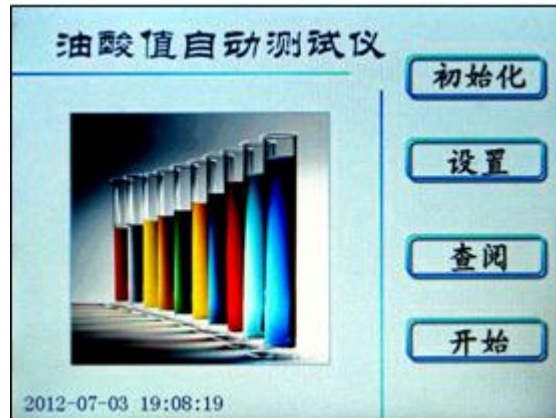
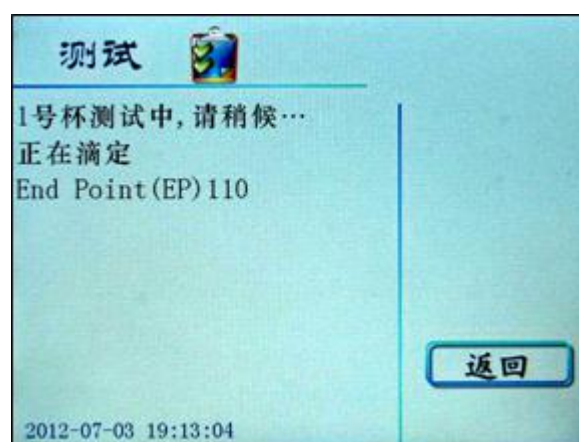
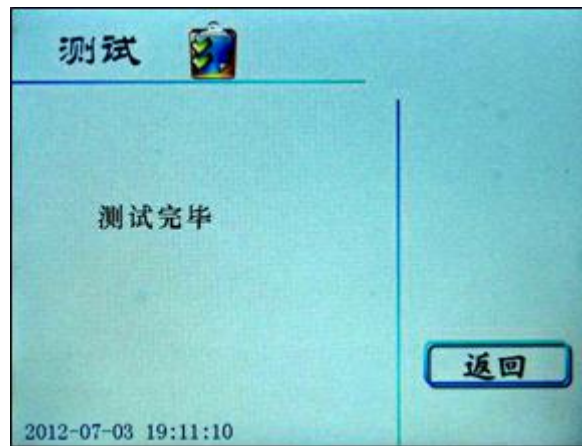
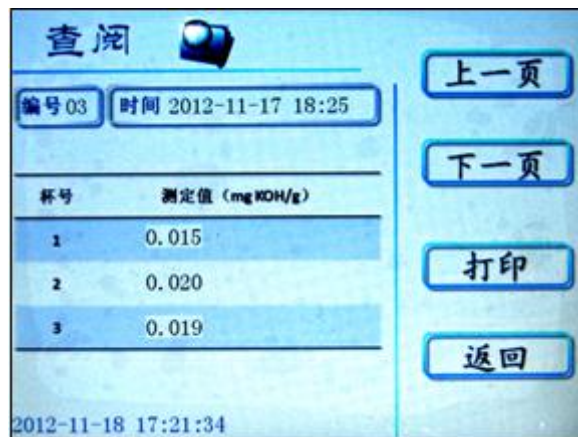

图4 开机页面
图 14 测试页面
图 15 测试页面
图 16 查阅页面
1. 插接电源线，打开电源开关，液晶屏显示开机页面（图4）
2. 在图4所示页面下，按 **初始化** 键进入下一级页面（图5）；
9. 在正式的样品测定前，应将洁净的样品油杯水平放置在相应的杯位孔内，在每个测定油杯中准确平行注入待测样品油 10.0mL（或在油杯中称量待测样品油 8.3~8.5g，并将油杯归位），加入一只搅拌磁棒，盖上样品测定暗室盖。在开机页面（图 4）按 **开始** 键进行测定，同时显示屏显示测试页面，屏幕在不同测试阶段分别显示“X 号杯测试中，请稍后……”、“正在滴定”，测定完成后还会显示“滴定终点（EP）值”（图 14）及“测试完毕”（图 15）等字样。
10. 测定完成后，本机自动保存 35 组数据。操作人员如果想查阅，请按返回键进入开机页面（图 4），点击查阅键进入查阅页面（图 16），点击上一页或下一页键可查看编号 01~35 号组数据，点击打印键可以通过打印机输出所需数据。